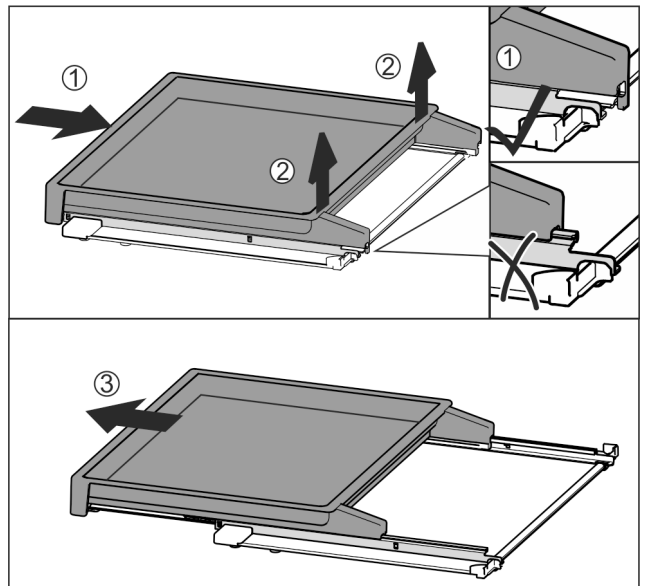

Fig. 179
- Spingere completamente il ripiano estraibile Fig. 179 (1).
- Staccare il blocco sul lato posteriore Fig. 179 (2).
- Estrarre in avanti il ripiano estraibile Fig. 179 (3).